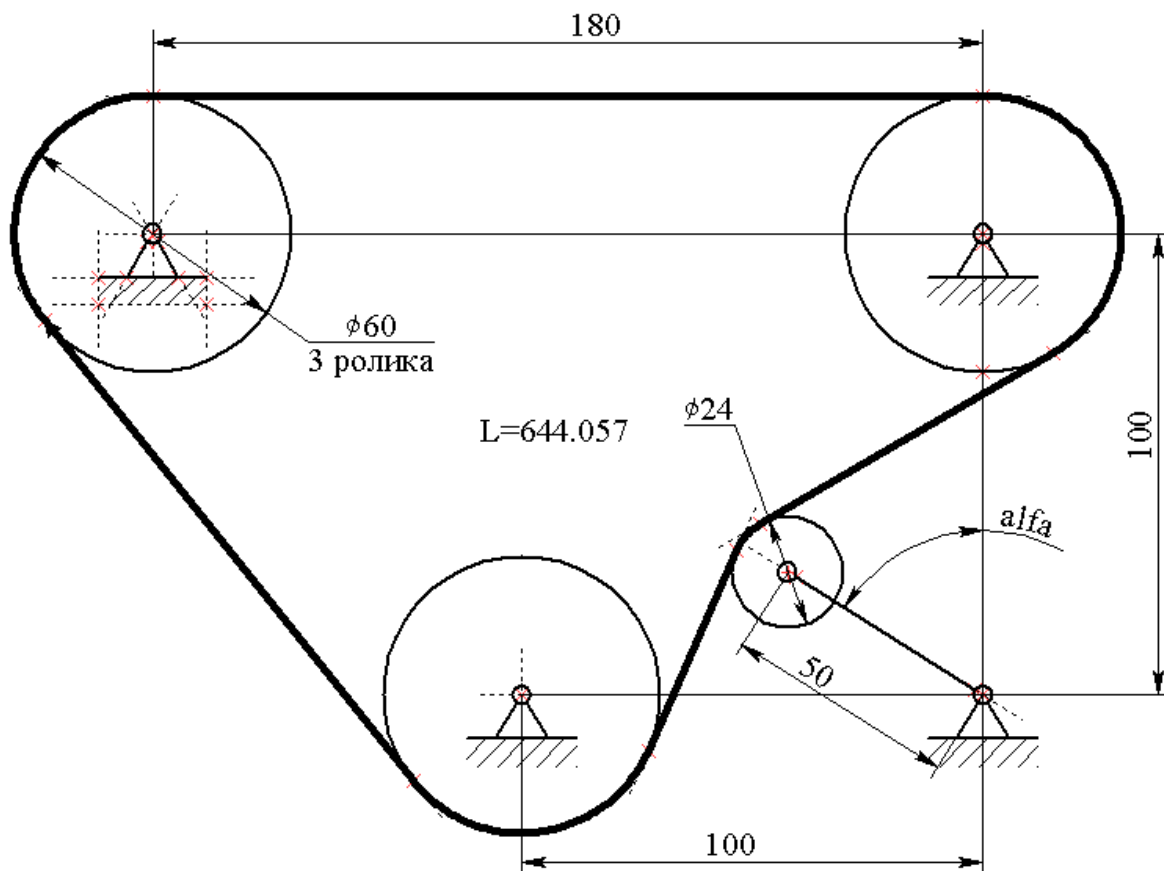

Рисунок 15 – Схема роликового натягивающего устройства ремня
2.3.1 Подготовительный этап: постройте изображение элемента по заданным размерам (рисунок 15), используя команды копирования. При этом угловое расположение ролика задайте с помощью переменной «alfa».